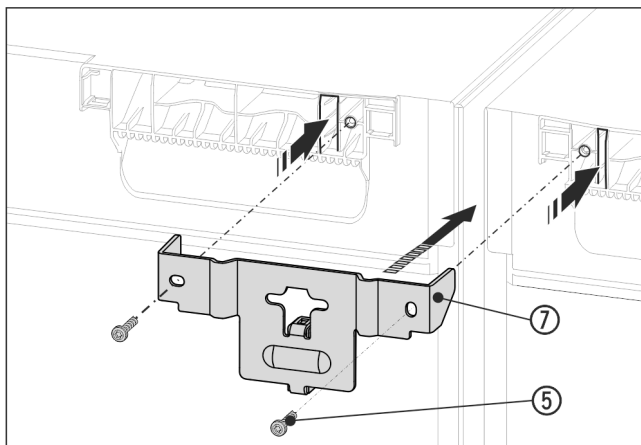

Fig. 16 Zobrazení příkladu
- Úhelník Fig. 16 (7) zasuněte rozpěrným kusem mezi přístroje a lištami do víka přístrojů. Pomocí 2 šroubů Fig. 16 (5) pevně přišroubujte.